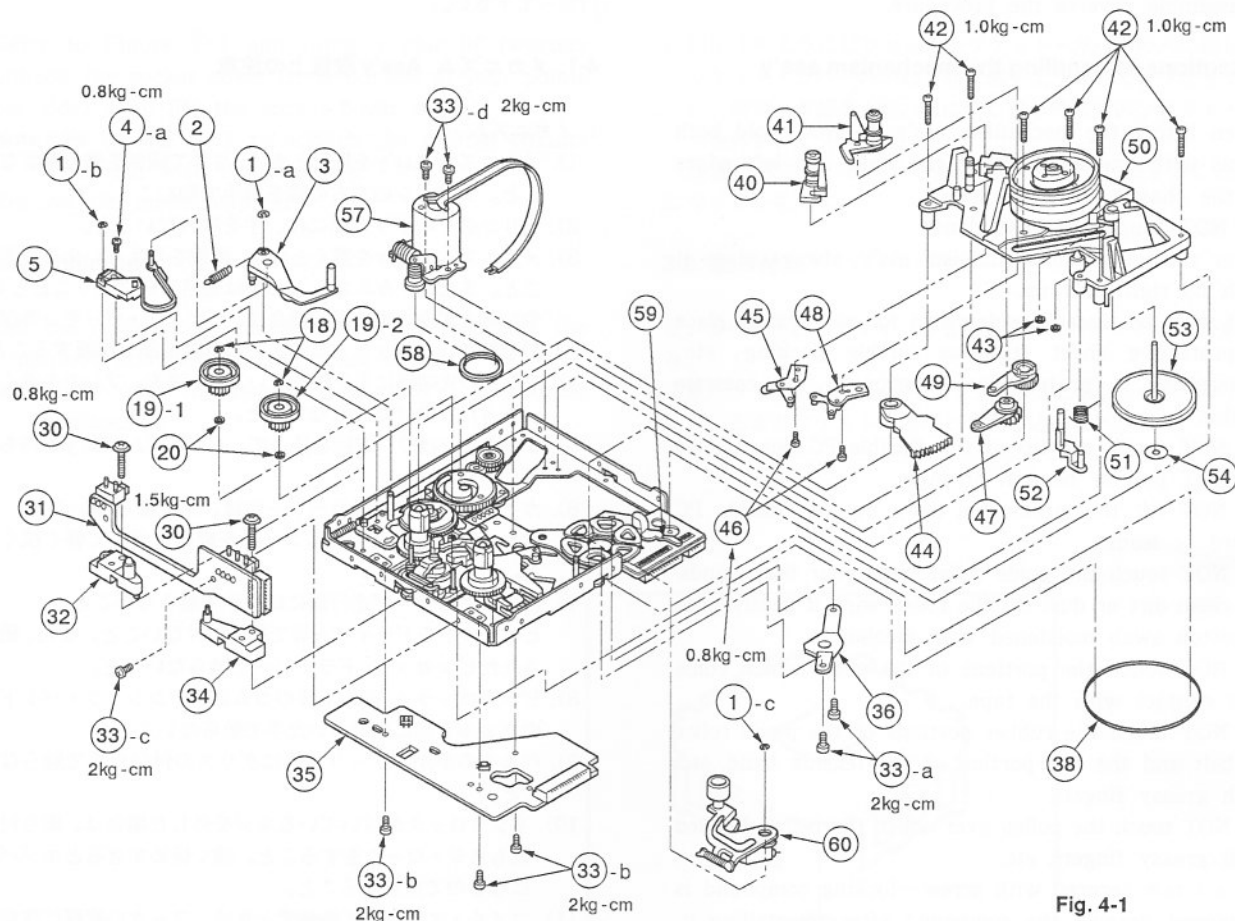
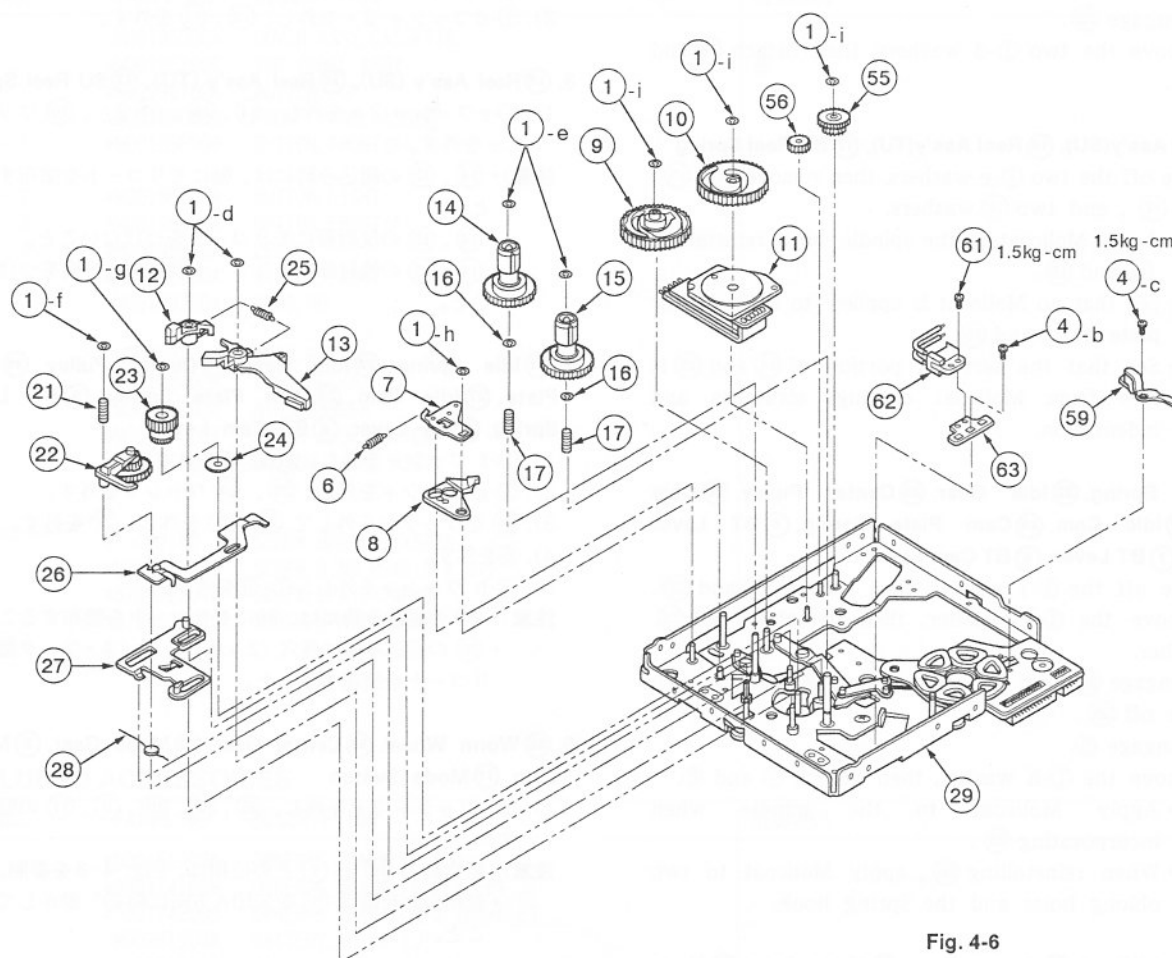

Fig. 4-1
Fig. 4-6
- 1). Desolder nine soldered portions [5-conductor J cable from the ①① Mode SW (Fig. 4-6), 2-conductor J cable from the ⑤⑦ Loading Gear Block (Fig. 4-1) and lead wires from the ⑥② Solenoid (Fig. 4-6)].
- 2). Unscrew the three ③③-b screws, then remove ③⑤.
- 1). 半田付け9ヶ所 [①① Mode SW (Fig. 4-6) からの5芯J線 + ⑤⑦ Loading Gear Block (Fig. 4-1) からの2芯J線 + ⑥② Solenoid (Fig. 4-6) からのリード線] を外す。
- 2). ③③-b ネジ3本を外し、③⑤を外します。